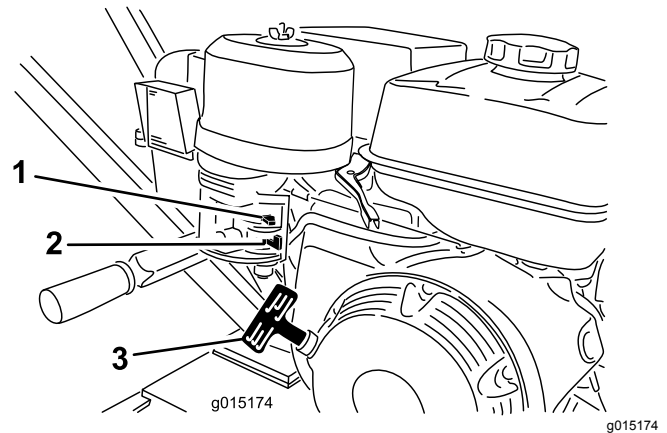

Figure 9
1. Tournez le robinet d'arrivée de carburant complètement à droite, en position OUVÉRTE (Figure 9).
2. Placez la commande de starter en position EN SERVICE (Figure 9).
5. Tirez légèrement sur la poignée du lanceur jusqu'à ce que vous sentiez une résistance, puis tirez vigoureusement (Figure 9). Relâchez lentement la poignée du lanceur.